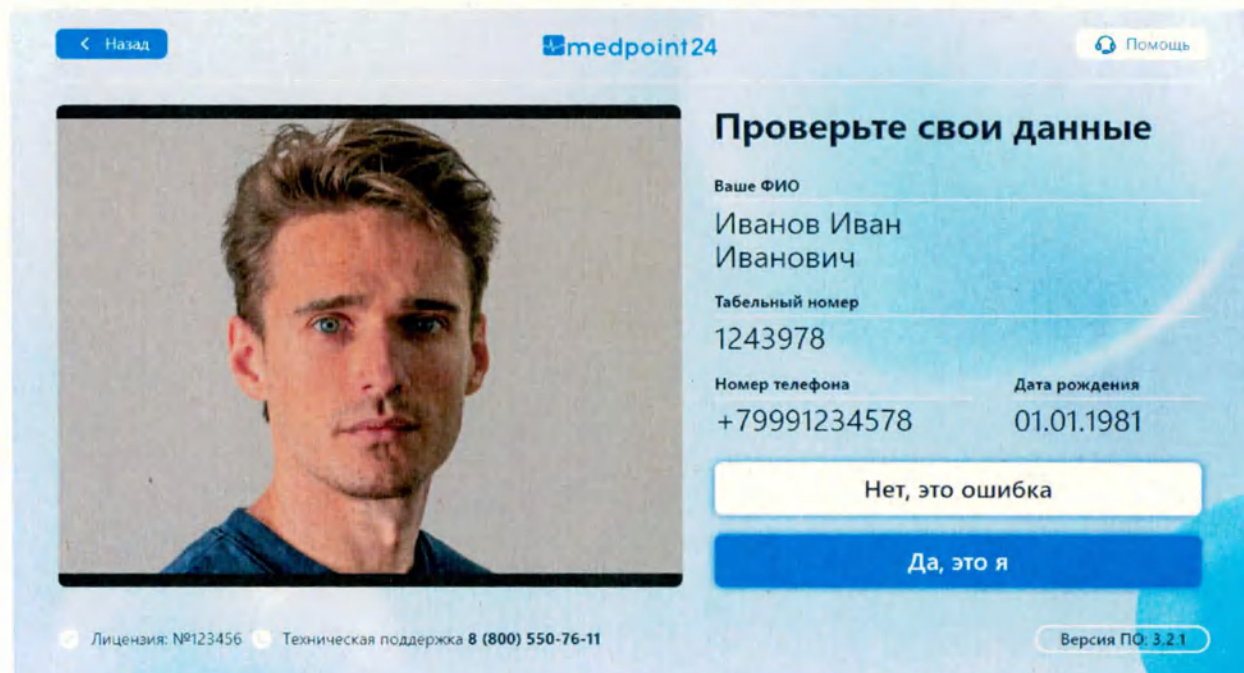

Рисунок 15. Подтверждение личных данных в модуле ПО Medpoint24 – Терминал
После авторизации отобразится экран подтверждения личных данных, как представлено на рисунке (Рисунок 15);
1) Если все данные проверены и совпадают, необходимо подтвердить свои данные кнопкой «Да, это я». В случае несовпадений необходимо нажать кнопку «Нет, это ошибка» (Рисунок 15).